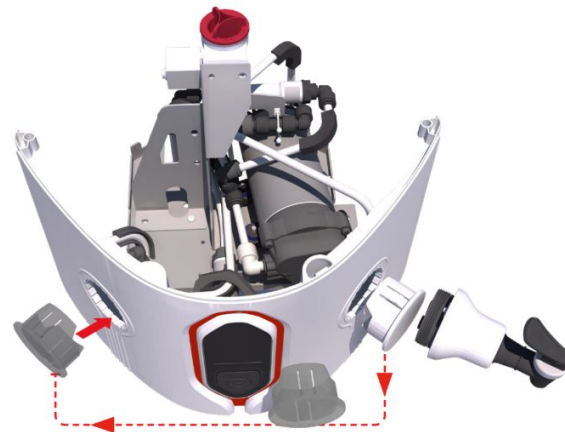

Fig. 5
1. SPOSTARE il rubinetto di erogazione dal lato SINISTRO alla nuova posizione di erogazione sul lato DESTRO. RIMUOVERE il tappo di chiusura bianco TIRANDO con decisione per sganciare i fermagli. (Fig. 5)
2. SPOSTARE e INSERIRE il tappo bianco nel foro SINISTRO del rubinetto di erogazione. SPINGERE con decisione per fissarlo in posizione. (Fig. 5)